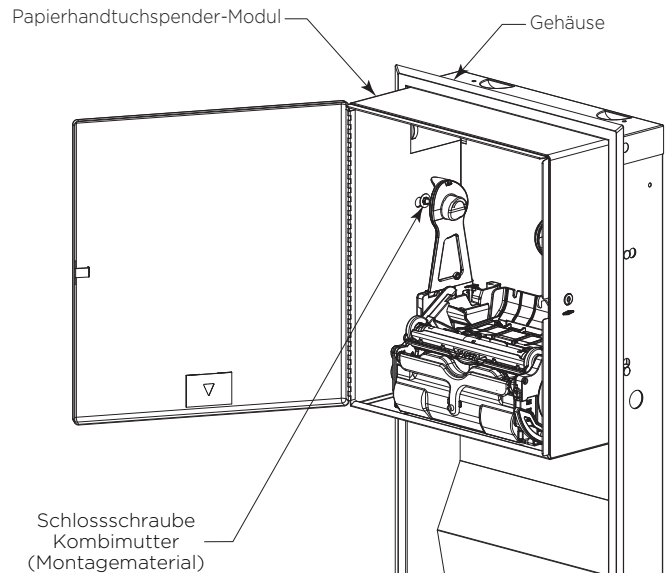

Abbildung 1
3. Lösen Sie die Kombimuttern auf der linken und rechten Seite der modularen Gehäusebaugruppe, ohne sie ganz abzunehmen, bis die Schlossschraube bewegt werden kann. Die Sechskant-Gegenmutter sollte nicht von der Schlossschraube entfernt werden, um sicherzustellen, dass die Schlossschraube nicht in die Wandöffnung fällt. (Siehe Abbildung 1)